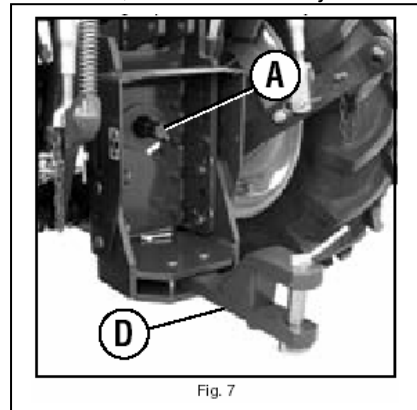

Fig. 7
- Svingbar trækbom til redskaber der kræver, at trækbommen kan svinge (D fig. 7, leveres ikke i alle lande).